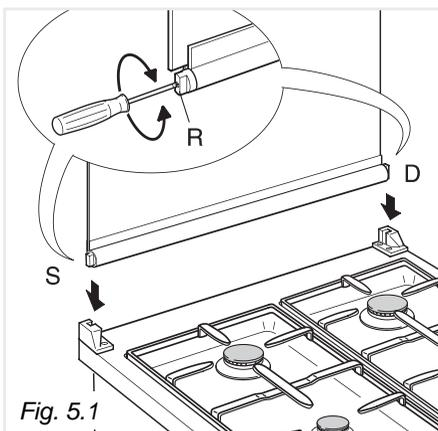

Fig. 5.1
- nella sede destra deve essere montata la cerniera con la stampigliatura "D" mentre nella sede sinistra la cerniera con la stampigliatura "S" (Fig. 5.1)
Eventualmente registrare la taratura delle molle delle cerniere ruotando le viti (R) in senso orario (fig. 5.1).